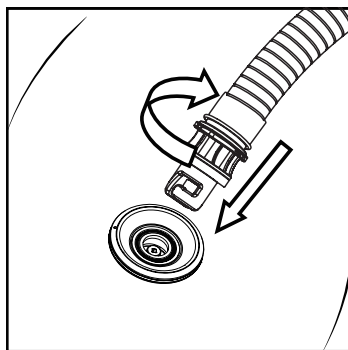

Abb. 2
- Verbinde das andere Ende des Schlauchs mit dem Stützlufthahn des Airbags und drehe ihn zum Festziehen im Uhrzeigersinn. Setze dann das Aufblasventil des Airbags ein und drehe es im Uhrzeigersinn, um es festzuziehen, wie in Abbildung 2.